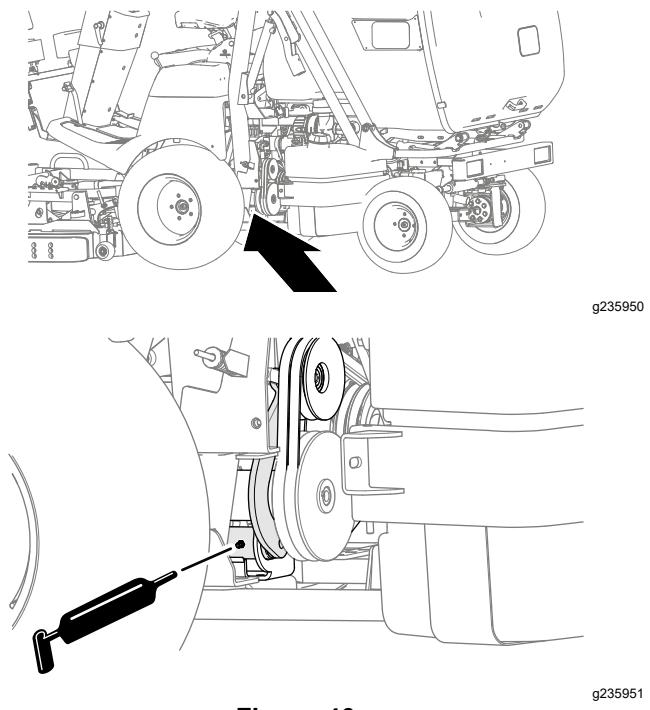

Figura 46
- Staffa della puleggia tendicinghia della PDF (Figura 46)